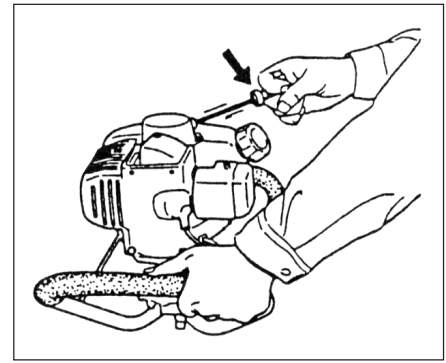

Fig.2-4
4. Pull the recoil starter handle briskly, taking care to keep the handle in your grasp; and not allowing it to snap back. (Fig. 2-4)
4. Azionate rapidamente l'impugnatura avviamento stando attenti che non vi sfugga di mano. (Fig. 2-4)
4. Tírese vigorosamente de la agarradera del arrancador de retroceso haciendo cuidado para retener la agarradera en el puño sin dejarla resaltar. (Fig. 2-4)
4. Tirer légèrement la poignée du lanceur, en faisant attention de retenir la poignée dans ses mains, afin d'éviter un retour brutal de la poignée. (Fig. 2-4)
4. Den Griff des Anreißstarters kräftig ziehen, dabei den Griff gut festhalten und nicht zurückspringen lassen. (Fig. 2-4)
4. Dra i starthandtaget några gånger. Släpp ej starthandtaget efter varje drag. (Fig. 2-4)